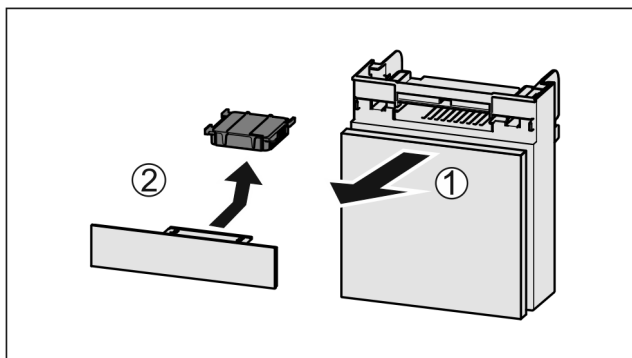

Fig. 137
- Estrarre il vano tirando in avanti Fig. 137 (1).
- Rimuovere il filtro a carboni attivi Fig. 137 (2).